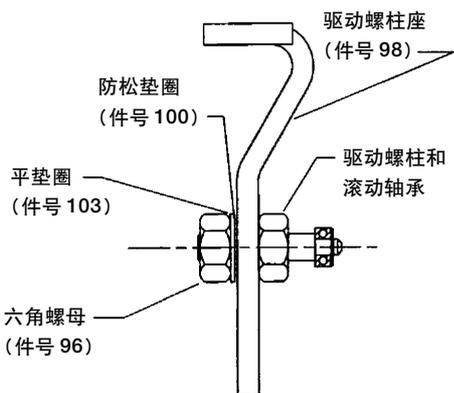

图3. 带有驱动螺柱和滚动轴承组件驱动螺柱架
b. 按图 3 所示，将带有滚动轴承的驱动螺栓用 1/4 英寸六角螺母（件号 96）、防松垫圈（件号 100）和平垫圈（件号 103）装到驱动螺栓底座（件号 98）上。将平垫圈放置于防松垫圈和六角螺母之间。垫圈和六角螺母应置于驱动螺栓底座的同一侧，如图 3。如果需要更多的空间将滚动轴承放到近反馈杆中心的话，平垫圈也可以放到驱动螺栓的另一侧（在驱动螺栓和驱动螺栓底座之间）。暂时不要拧紧六角螺母，以便随后的调整。